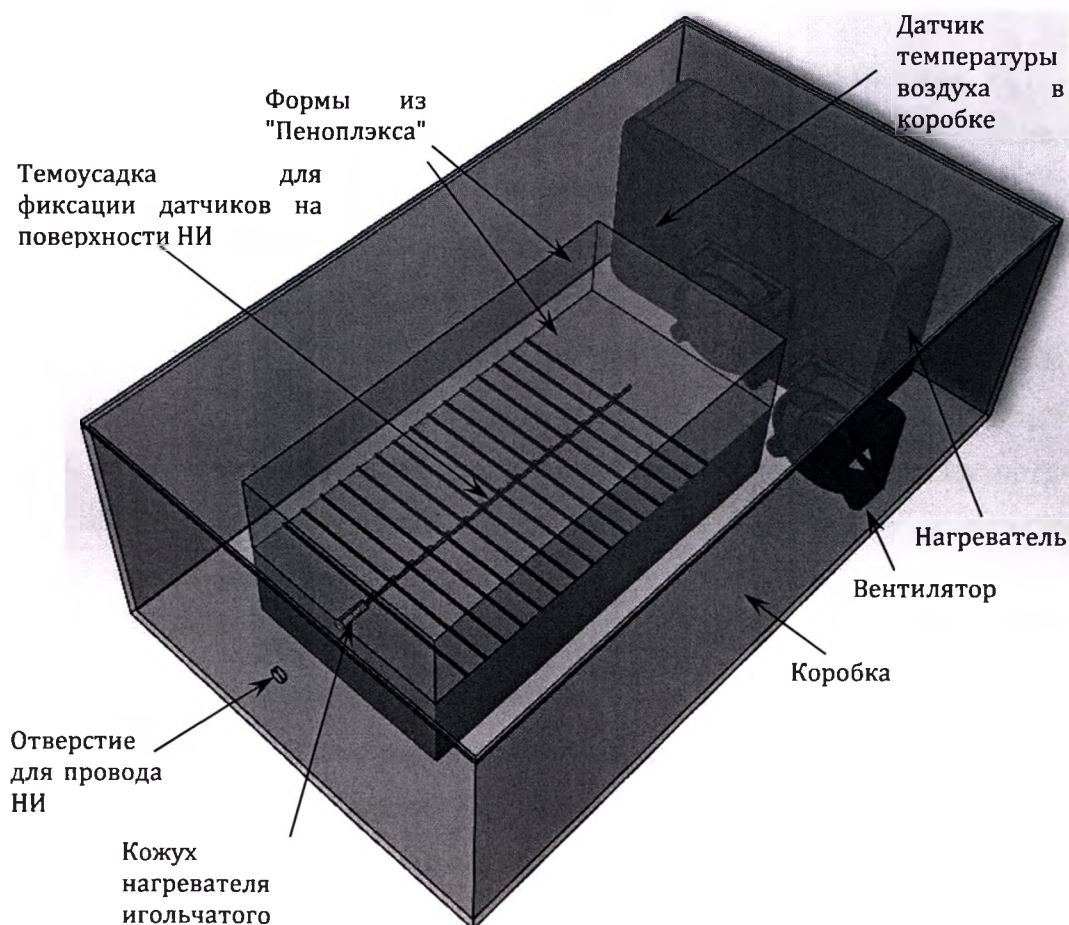

Рисунок 6.4 – Конструкция для измерения температуры на поверхности кожуха НИ (КИТПИН)
6.2.10. Поместить нагреватель игольчатый в кожух КИТПИН через отверстие для подводящих проводов НИ (рис. 6.4);